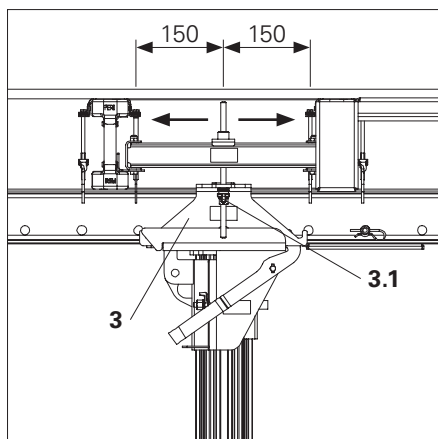

Fig. B3.02
1. Sostenere il tavolo per solai (1).
3. Da una postazione di lavoro sicura, allentare i mini-dadi (3.1) e spostare la parte centrale testa per tavoli VD (3).
5. Rimuovere i sostegni ausiliari. (Fig. B3.02)